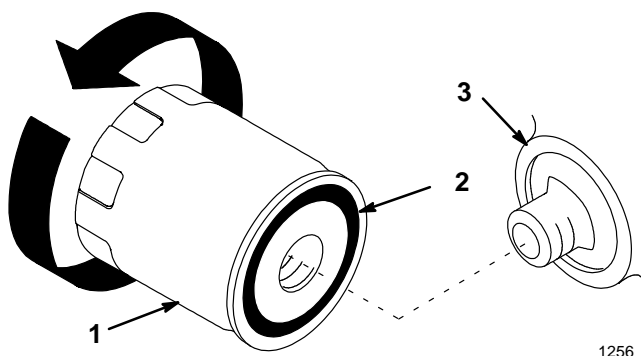

Abbildung 48
2. Den Hinterachsenfilter entfernen und die Dichtungsfläche des Filteradapters (Abb. 48) abwischen.
3. Eine dünne Schicht neues Öl auf die Gummidichtung am Austauschfilter geben (Abb. 48).
4. Den Austauschfilter am Filteradapter anbringen. Den Filter im Uhrzeigersinn drehen, bis die Gummidichtung den Filteradapter berührt. Dann den Filter um eine weitere 3/4 Umdrehung festziehen (Abb. 48).